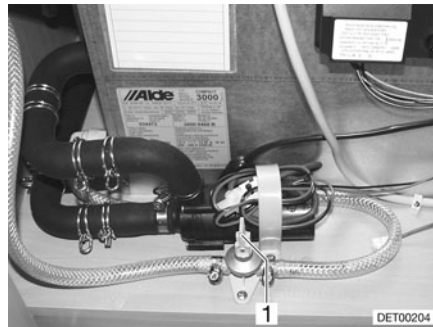

Fig. 181 Llave de desagüe
- Cerrar la llave de desagüe. Colocar para ello el balancín (Fig. 181,1) en posición horizontal.
- Abrir la llave de desagüe (Fig. 181). Colocar para ello el balancín (Fig. 181,1) en posición vertical. La caldera se vacía hacia fuera a través de la llave de desagüe.